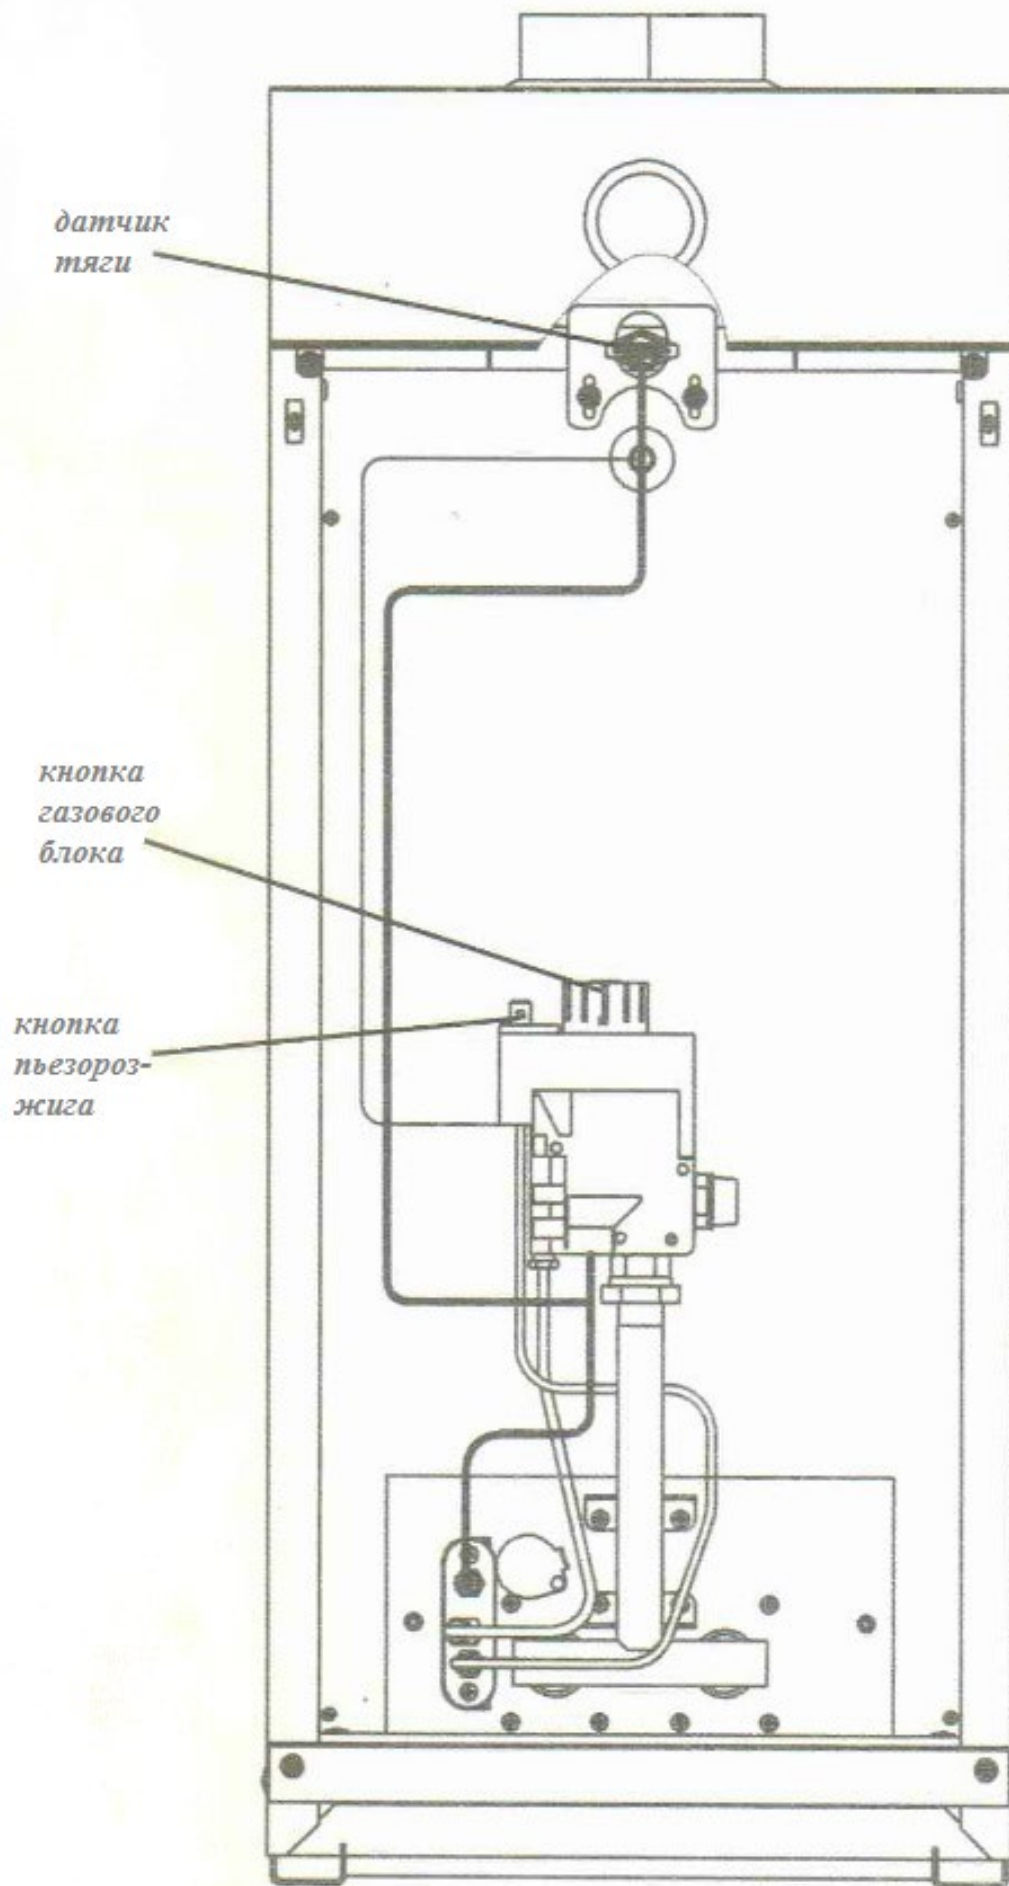

Рис.8. Особенности КОГВ «STRATTOS»7,5-17 кВт (дверца не показана).
8.2.3. Нажать на ручку до упора и, удерживая её, произвести 2-3 нажатия на кнопку пьезорозжига (см. рис.8). Допускается розжиг производить спичкой через смотровое окно.